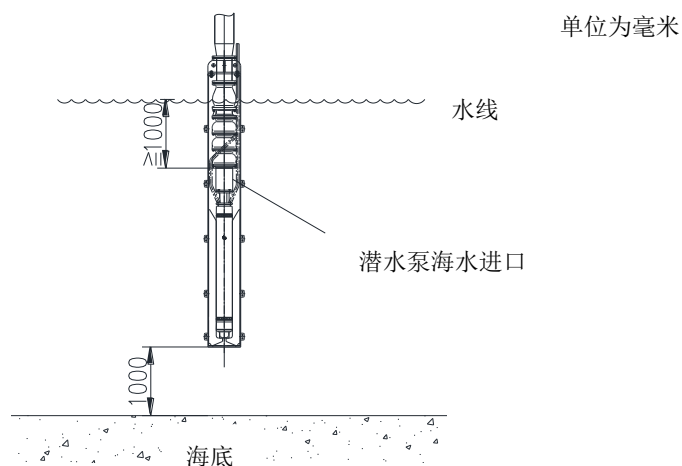

图7 潜水泵安装后使用要求示意图
5.3 调整潜水泵高度，将进水口调整到距离水面的高度至少为 1 m，潜水泵底部距河床或海床的距离至少为 1 m，如图 7 所示。移动过程中应安排人员现场监控空中电缆的状态，避免电缆被脚手架、服务平台等钩住，导致电缆扯断或外皮磨损。潜水泵定位后，临时固定住电缆，防止电缆被风吹动后与平台上的物体摩擦，从而导致电缆胶皮磨损。如现场出现电缆断裂或磨损，应通知专业工程师进行处理，不应擅自进行绝缘包扎。